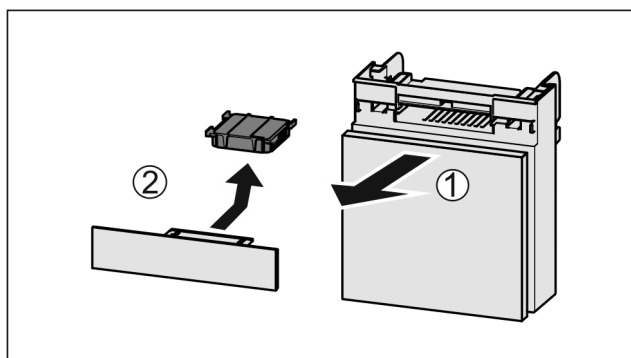

Fig. 175
- Издърпайте Fig. 175 (1) напред отделенията.
- Извадете Fig. 175 (2) филтъра с активен въглен.